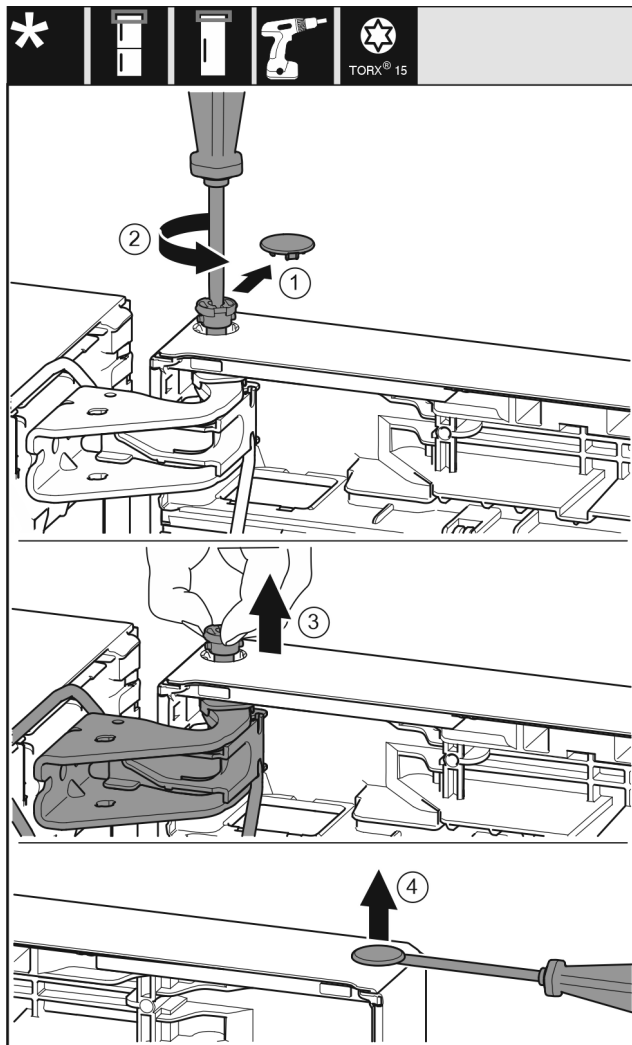

Fig. 10
- ▶ Veiligheidsafdekking voorzichtig eraf trekken. Fig. 10 (1)
- ▶ Bout met schroevendraaier T15 een stukje eruit draaien. Fig. 10 (2)
- ▶ De deur vasthouden en de bout met de vingers eruit trekken. Fig. 10 (3)
- ▶ Stop voorzichtig met een sleufschroevendraaier uit de lagerbus van de deur optillen en eruit trekken. Fig. 10 (4)